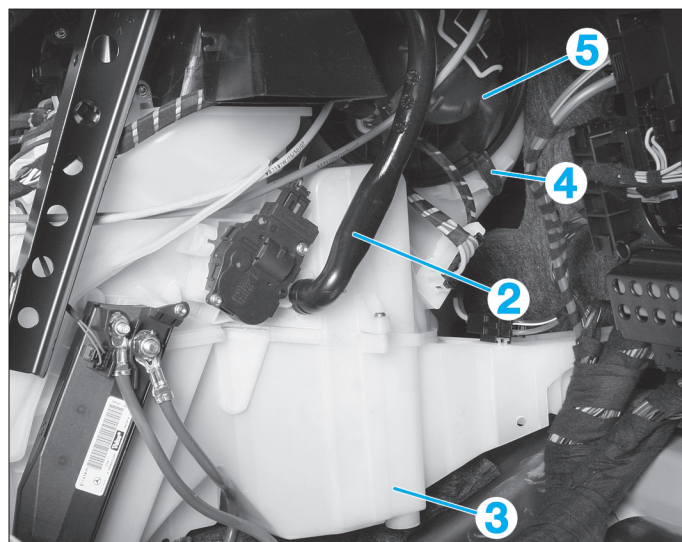

FIG. 33
- Déposer le tuyau (2) du bloc de chauffage (3) (**Fig.33**).